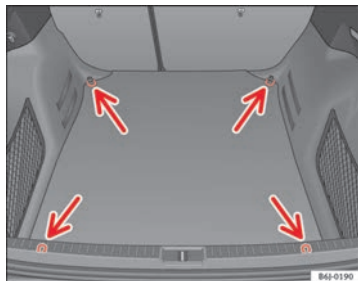

Fig. 97 Disposição das argolas de fixação no porta-bagagens
- Prenda a carga através das argolas de fixação ⇒ Fig. 97 (setas).